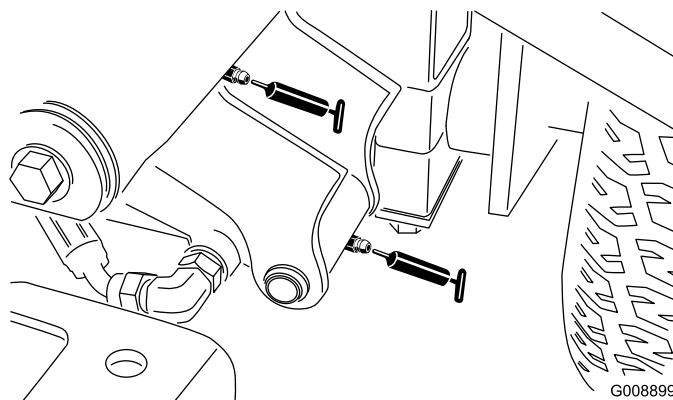

Figure 38
- Pivot de bras de relevage avant gauche et vérin de relevage (2 (Figure 38)